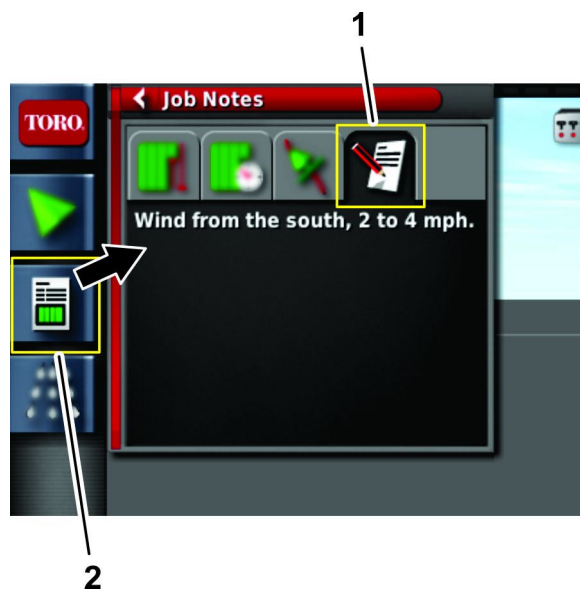

图 87
1. 打开作业信息图标 图 87。
2. 按作业注释图标 图 87。